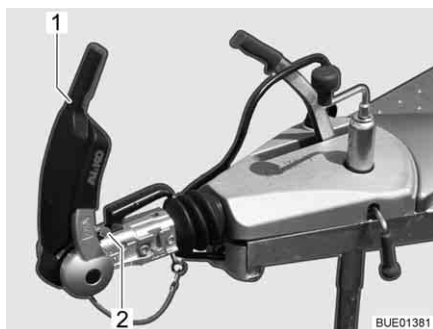

Fig. 108 Indicatore guarnizioni di attrito davanti e dietro
- Aprire la maniglia di stabilizzazione (Fig. 108,1).
Il controllo avviene mediante l'indicatore che si trova davanti alla maniglia del gancio (Fig. 108,2).